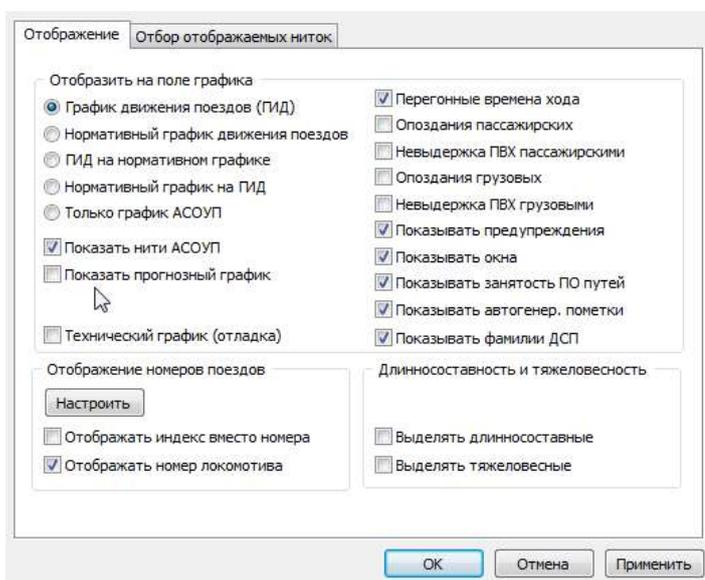

Рис.51. Окно «Свойства графика».
2. Откроется окно «Свойства графика» (см. рис. 51).